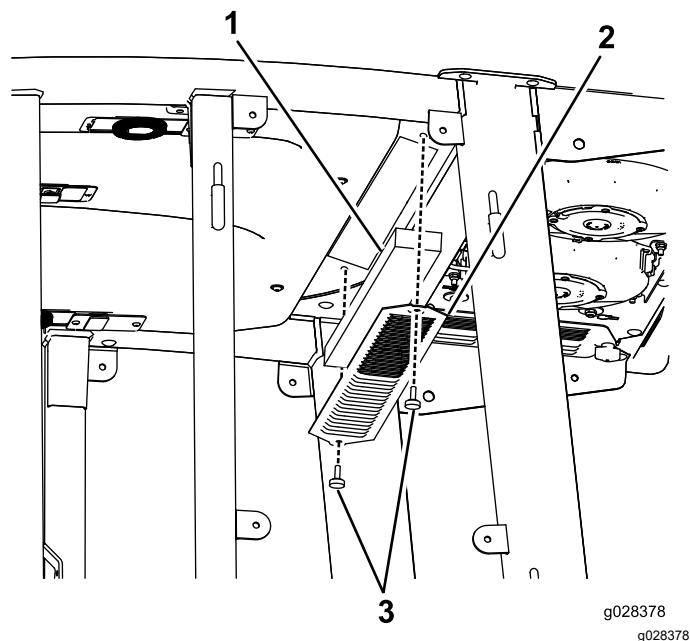
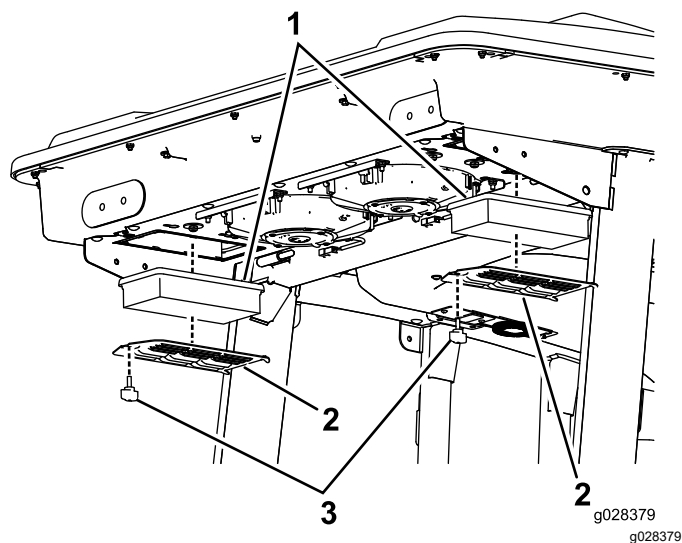
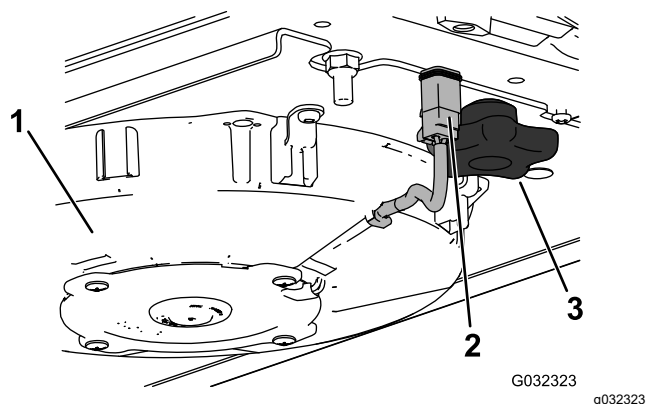
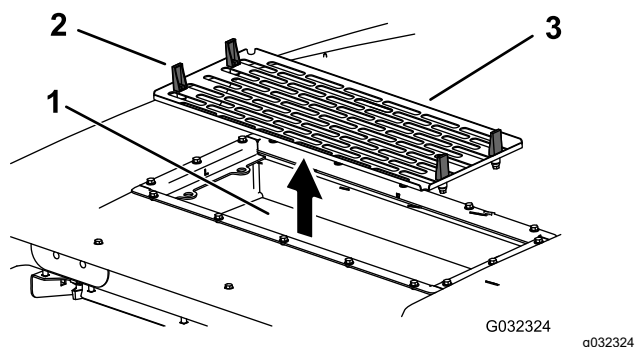

Рисунок 130
Рисунок 131
Рисунок 133
Рисунок 134
1. Выверните винты и снимите решетки у салонного и заднего воздушных фильтров кабины (**Рисунок 130** и **Рисунок 131**).
- Снимите воздушные фильтры (см. Рисунок 131).
- Установите воздушные фильтры, сетку и вентилятор в сборе (Рисунок 131, Рисунок 133 и Рисунок 134).
7. Подсоедините провод к каждому вентилятору (Рисунок 133).